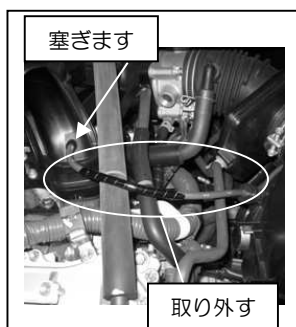

図 2
- ②インマニへ繋がっているバキュームホースを外し付属のゴムキャップで塞ぎます。図 2 参照